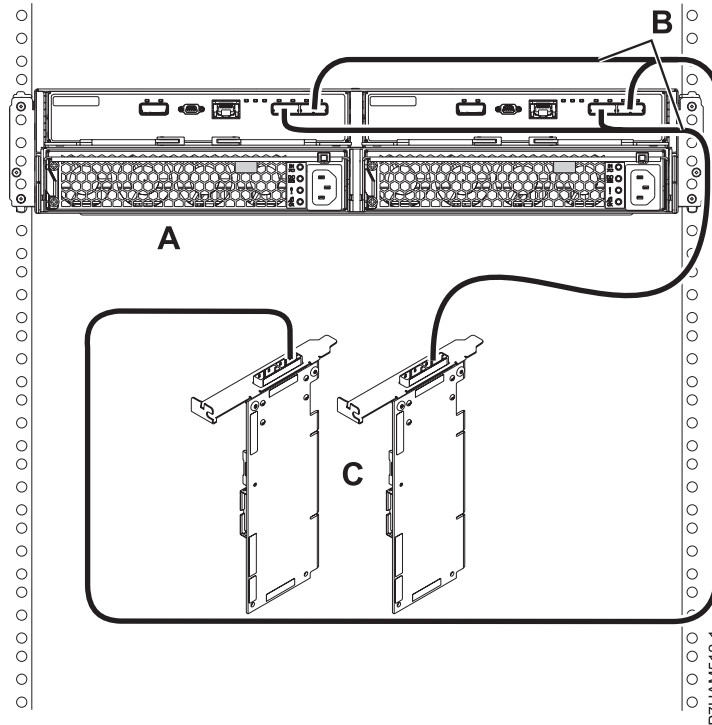

Figure 38. Connexion de mode 1 d'un boîtier d'unité de disque 5887 via des câbles YO à une paire d'adaptateurs SAS
14. Effectuez la connexion de mode 1 d'un boîtier d'unité de disque 5887 (A) via des câbles YO (B) à une paire d'adaptateurs SAS (C). Voir figure 38, à la page 40.
- Chaque adaptateur SAS de la paire (C) peut accéder aux 24 baies d'unité.